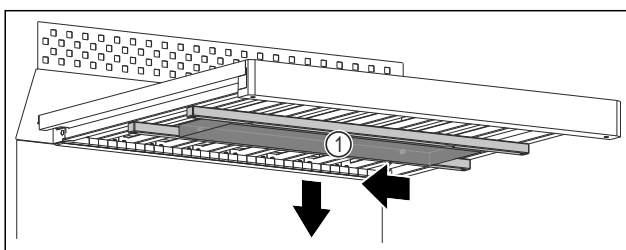

Fig. 160
- Gurnite kutiju za vodu Fig. 160 (1) ulijevo.
- Izvadite kutiju za vodu Fig. 160 (1) prema dolje.